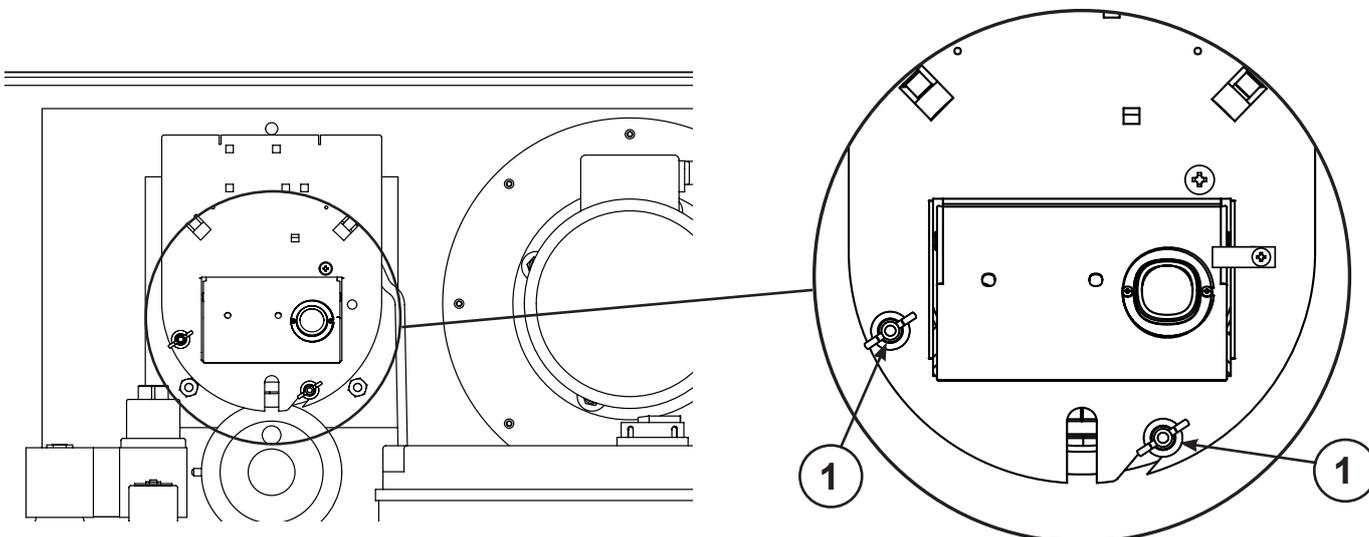

Fig. 8.1 Dépose du volet d'entrée d'air
- 2) Dévisser les deux écrous à oreilles du support (point 1, fig. 8.1, page 70)